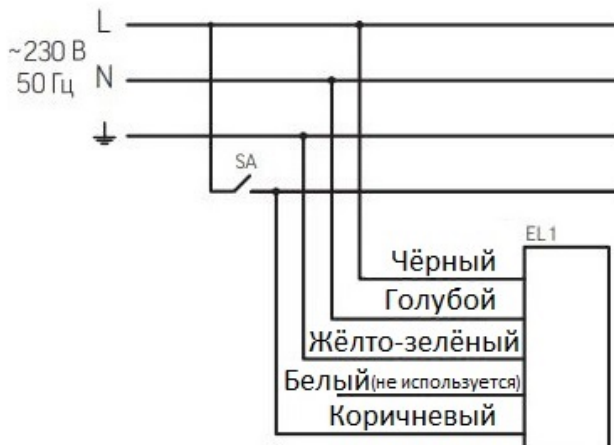

Рис.1
- Электрическое подключение светильника осуществляется через клеммную колодку, установленную на внутренней поверхности корпуса светильника. Подключите сетевой провод к контактам клеммной колодки светильника строго в соответствии с маркировкой и схемой подключения (Рисунок 1). Сечение проводников кабеля должно быть не более 2,5 мм². Важно! **ЗАЗЕМЛИТЕ СВЕТИЛЬНИК!**